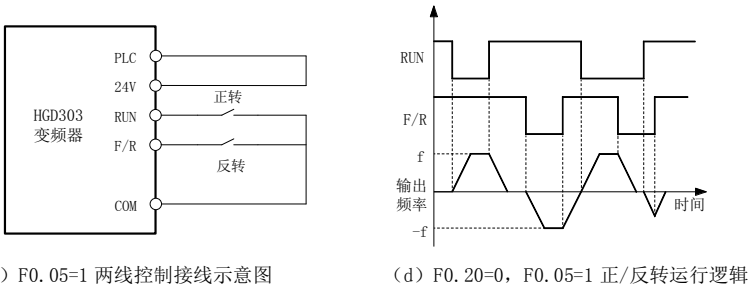

图 7-2 两线控制
**F0.05=0** RUN 端子 ON/OFF 控制变频器的启动与停车，F/R 端子 OFF/ON 控制正/反转；如果 F0.24 设定为 1，禁止反转时，F/R 端子无效。当停车方式选择设定方式减速停车时逻辑图如图 7-2（b）；
**F0.05=1** RUN 端子 ON/OFF 控制变频器正转与停车，F/R 端子 ON/OFF 控制反转与停车，RUN 端子和 F/R 端子同时为 ON，变频器依设定方式停车。反转禁止时 F/R 端子无效。当停车方式选择设定方式减速停车时运行正/反转逻辑如图 7-2（d）；